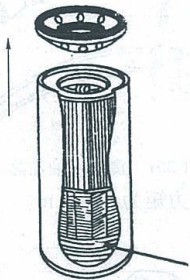

图 1-356 切开机油滤清器
2) 用切管器切开机油滤清器, 见图 1-356。拆卸时, 应注意滤清器芯子弹簧处于压缩状态, 防止对人体造成伤害。